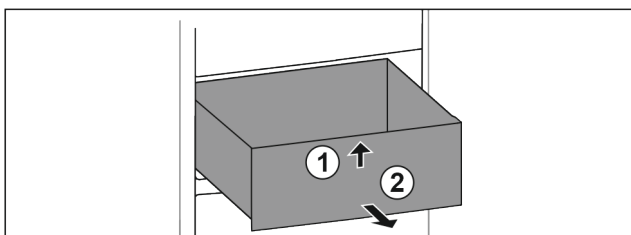

Fig. 120
- ▶ Повдигнете чекмеджето отпред. Fig. 120 (1)
- ▶ Извадете чекмеджето напред. Fig. 120 (2)